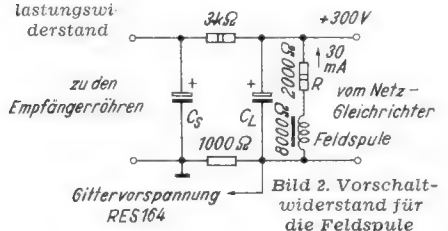

Bild 2. Vorschaltwiderstand für die Feldspule
**Zu 2.** Vorhanden ist ein elektro-dynam. Lautsprecher mit den Daten: Sprechleistung 2...3 Watt, Membrankorbdurchmesser 130 mm, Feldspulenwiderstand 8000 Ω für 200...240 V Spannung. In dem beabsichtigten Einkreisempfänger mit den Röhren AF 7 und RES 164 verfügt man am Ladekondensator über eine Spannung von ca. 360 V. An Stelle einer Siebdrossel soll ein 3-kΩ-Widerstand benutzt werden. Die Feldspule wird unter Vorschaltung eines Widerstandes R (Bild 2) parallel zum Ladekondensator CL geschaltet. R verhindert die Überspannung von 60 V. Sein Wert ist ebenfalls leicht zu ermitteln: